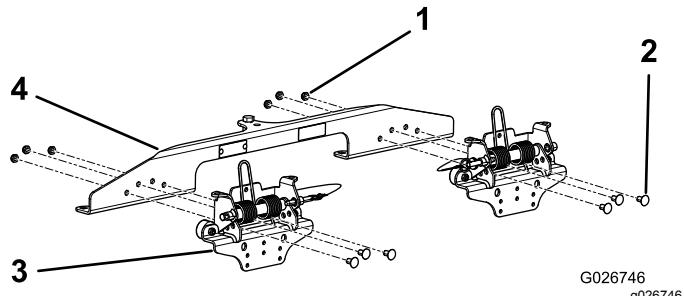

Рисунок 2
- Совместите отверстия в каждом из пружинных кронштейнов с отверстиями в кронштейне зубчатой бороны, как показано на Рисунок 2.
- Прикрепите узлы пружинных кронштейнов к кронштейну зубчатой бороны, используя 6 болтов и 6 контргаек (Рисунок 2).